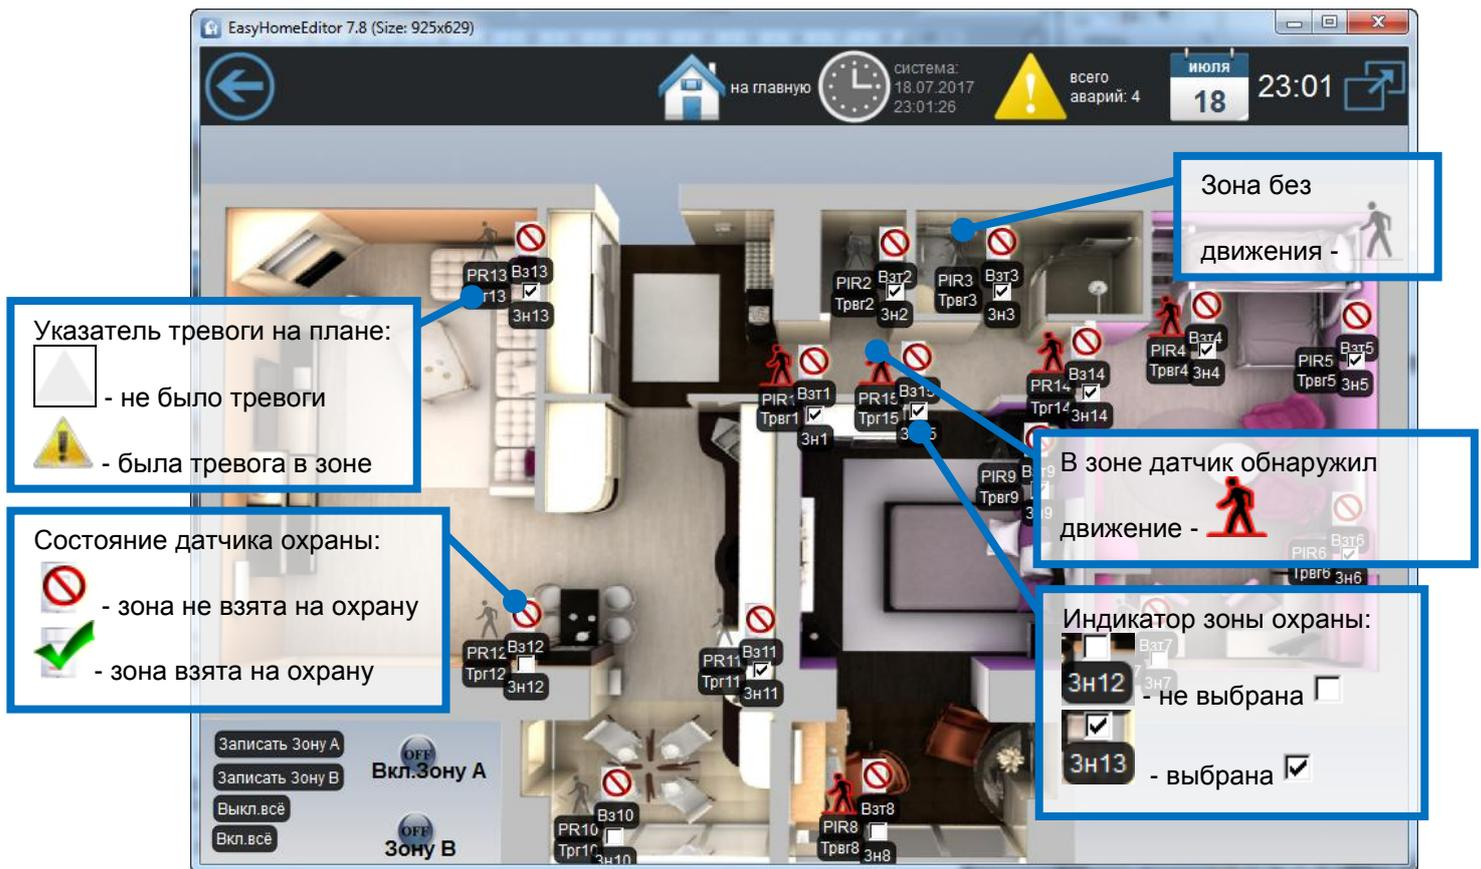

Рисунок 18 – Страница «План датчиков»
На плане датчиков (рисунок 18) отображается наличие движения, зоны в которых была тревога в последний период охраны, какие зоны выбраны для охраны и какие были взяты на охрану при постановке. Зоны неисправные или с движением на охрану не ставятся по исходу времени постановки.
- 1) Перед первой постановкой убедитесь, что выбраны подходящие зоны охраны на плане датчиков (рисунок 18).